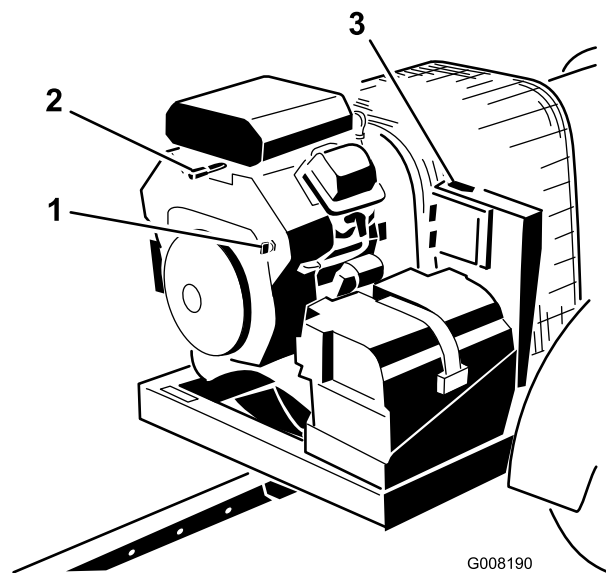

Figure 9
3. Tournez la clé de contact en position Démarrage puis relâchez-la pour qu'elle revienne rapidement en position Contact (Figure 9). Cela a pour effet de réveiller le récepteur.
- En quittant la machine, tournez la clé en position d'arrêt avant de l'enlever (Figure 9).